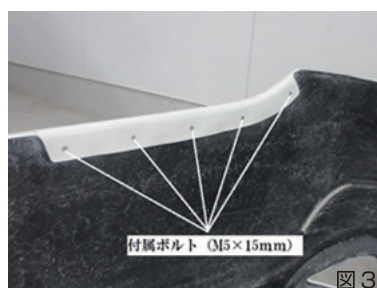

図 3
1. 純正バンパーを取り外して下さい。(図3)の合い面の車輛側の左右のリテーナーを取り外して下さい。